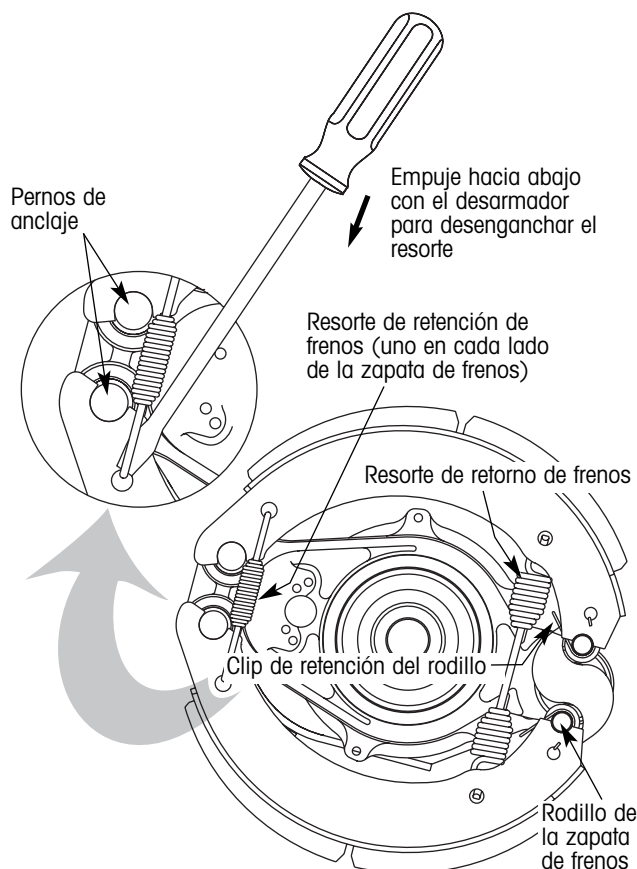

Figura 5. Removiendo el resorte de retención de frenos
1. Usando el desarmador con la punta en V, desenganche ambos resortes de retención de freno de las zapatas de freno (figura 5).
IMPORTANTE: El resorte de retorno de frenos, los rodillos y los clips de retención de rodillos de la zapata de freno (figura 5) se mantendrán en la zapata de freno durante este procedimiento.